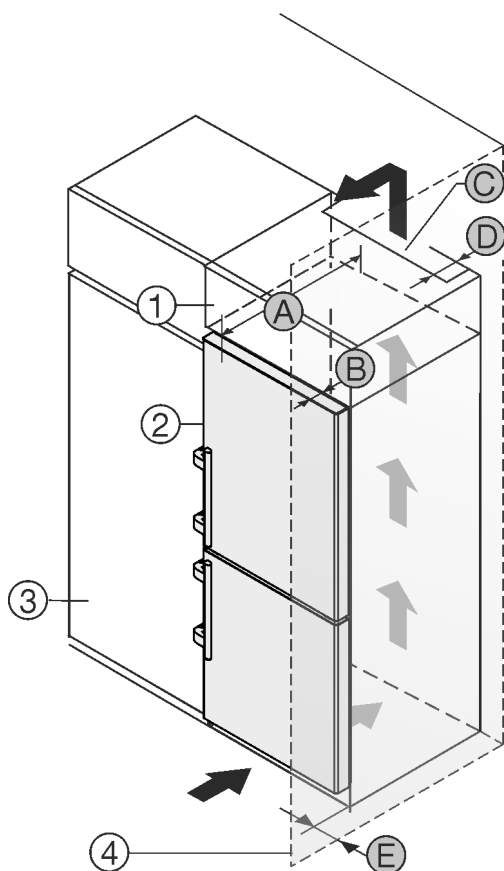

Fig. 51
Das Gerät kann mit Küchenschränken umbaut werden. Um das Gerät Fig. 51 (2) der Küchenzeilenhöhe anzugleichen, kann über dem Gerät ein Aufsatzschrank Fig. 51 (1) angebracht werden.
Das Gerät kann direkt neben dem Küchenschrank Fig. 51 (3) aufgestellt werden. Um die Tür vollständig öffnen zu können, muss das Gerät um die Tiefe Fig. 51 (B) gegenüber der Küchenschrankfront vorstehen. Abhängig von der Tiefe der Küchenschränke und Verwendung von Wandabstandshaltern kann das Gerät weiter herausragen.
- An der Rückseite des Aufsatzschrankes muss ein Abluftschacht mit der Tiefe Fig. 51 (D) über die gesamte Aufsatzschrankbreite vorhanden sein.
- Unter der Raumdecke muss der Entlüftungsquerschnitt Fig. 51 (C) eingehalten werden.
Wenn das Gerät mit den Scharnieren neben einer Wand Fig. 51 (4) aufgestellt wird, muss der Abstand Fig. 51 (E) zwischen Gerät und Wand eingehalten werden. Dies entspricht dem Griffüberstand bei geöffneter Tür.